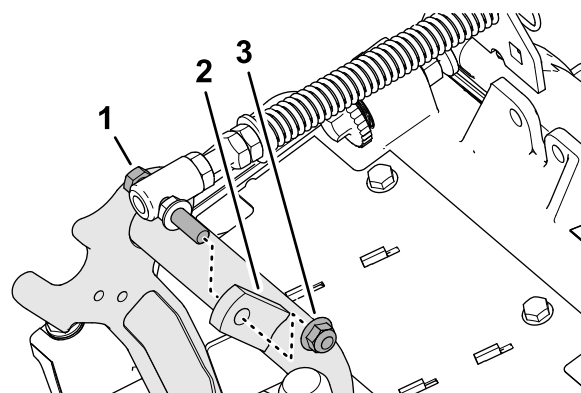

Figura 12
- Retire la contratuerca con arandela prensada ( $\frac{3}{8}$ " ) que fija el tornillo del muelle de compensación del césped a la pestaña derecha del bastidor de tiro, y retire el muelle de compensación de la unidad de corte (Figura 12).